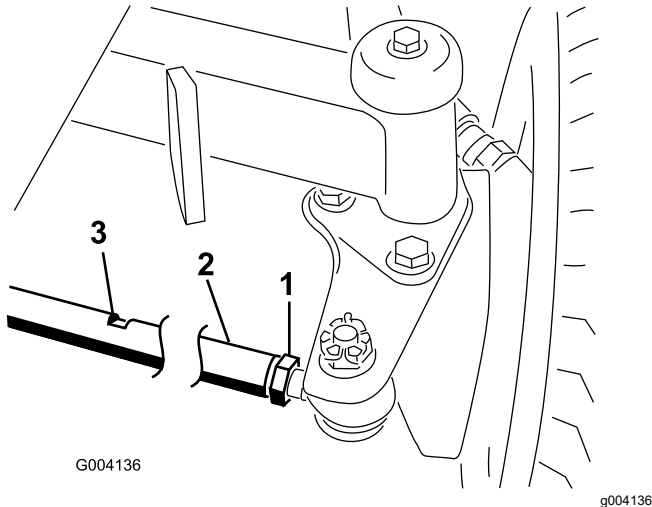

Bild 63
2. Lösen Sie die Klemmmutter an jedem Ende der Spurstange (Bild 63).
3. Schwenken Sie die Räder, indem Sie die Zugstange an den Schlüsselflächen drehen (Bild 63).
6. Ziehen die Klemmmutter an jedem Ende der Spurstange an (Bild 63).